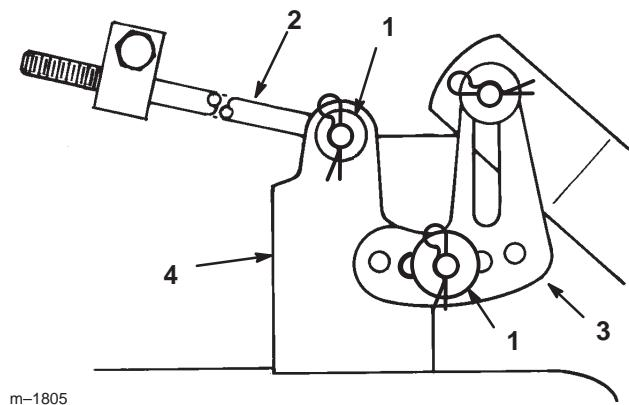

Bild 39
10. Entfernen Sie den Splint und die Scheibe vom Ende der langen Stange (Bild 39). Schieben Sie die Stange aus dem Schneidwerkträger heraus.
11. Entfernen Sie den Splint und die Scheibe vom Schneidwerknavellierbügel (Bild 39). Schieben Sie den Bügel vom Montagestift herunter. Bringen Sie die Scheibe und den Splint zur Einlagerung wieder an.